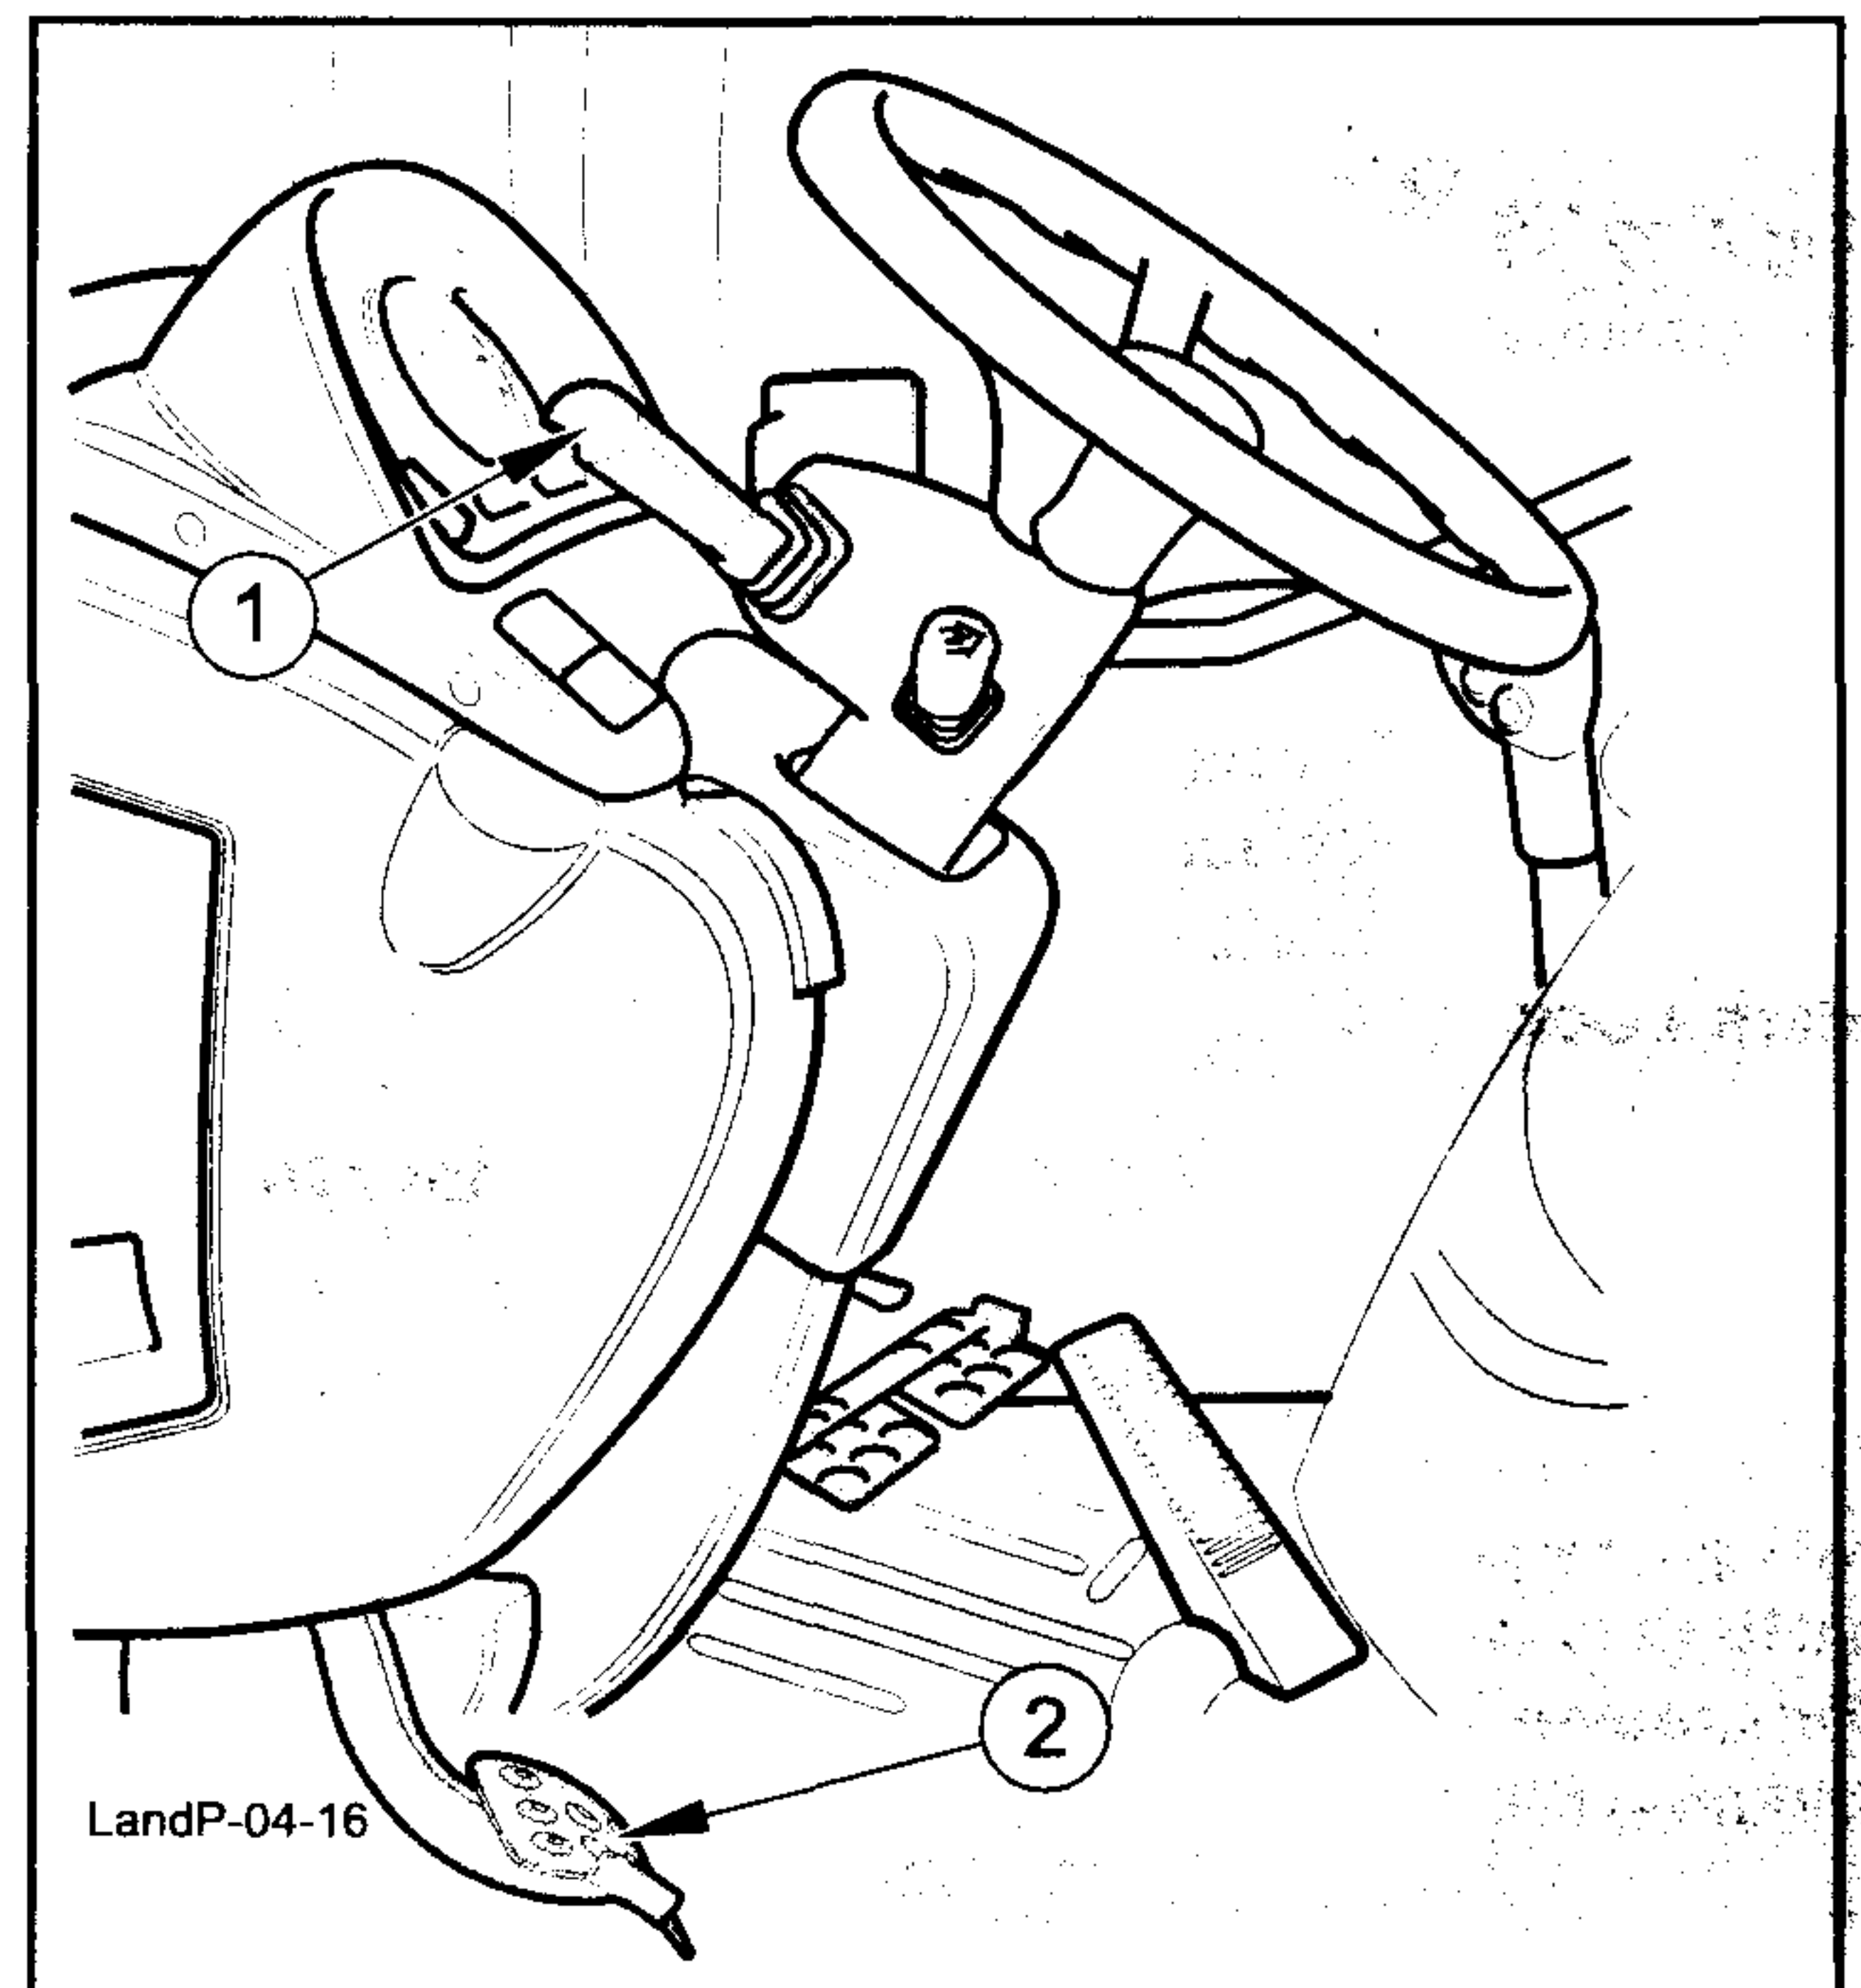

Fig. 4-21
La inversión del sentido de marcha se verifica automáticamente desplazando la palanca anaranjada (1) presente a la izquierda del volante hacia adelante o hacia atrás. (Fig.4-21).
- Apretar a fondo el pedal embrague (2 - Fig. 4-21).
- Desplazar la palanca anaranjada del inversor (1) hacia atrás.